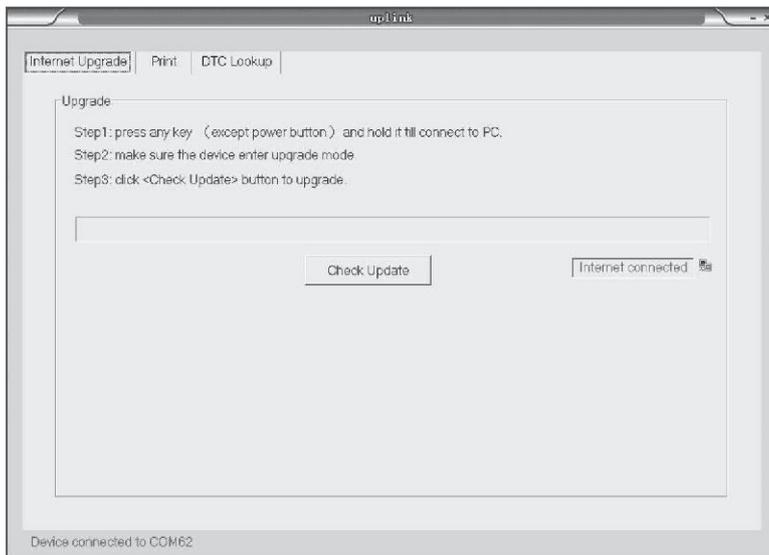

Figure 6.1
- 2) Exécutez uplink.exe sur votre ordinateur (Mac OS n'est pas compatible).(Figure 6.1)